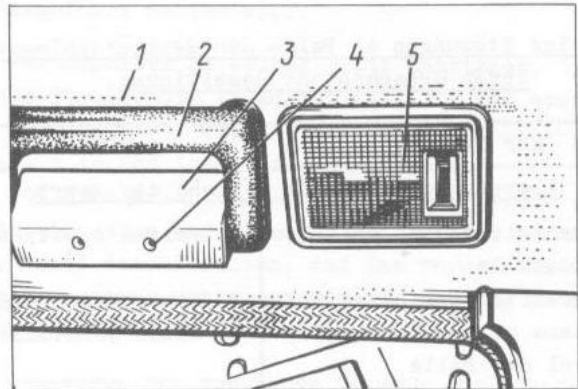
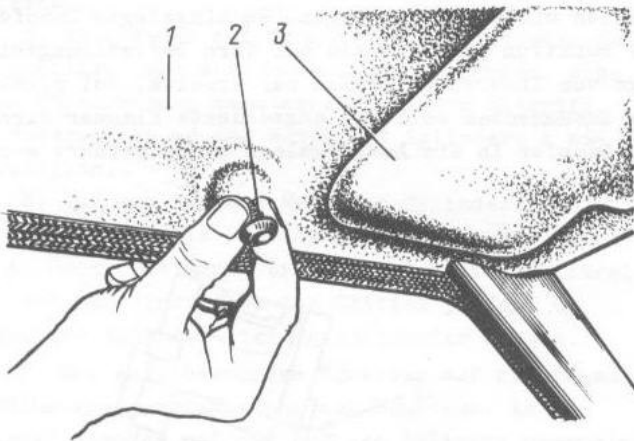
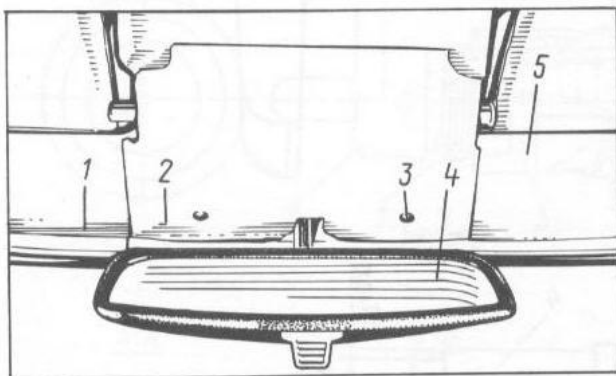

Bild 8-27. Befestigung der Deckenverkleidung mit Haltegriffauflage und Deckenleuchte:
Bild 8-25. Befestigung der Deckenverkleidung mit Befestigungsstiften:
Bild 8-26. Befestigung der Deckenverkleidung mit Auflagen des Spiegels und mit Sonnenblenden:
Die Verkleidung von Decke und Heckpfosten wird von starren Formteilen gebildet, die an der Seite des Innenraums mit Dekorationsstoff verkleidet sind. Befestigt wird die Verkleidung der Decke an Karosserie mit Hilfe von Befestigungsstiften 2 (Bild 8-25) und Beschlagteilen der Innenausstattung, wie innerer Rückblickspiegel 4 (Bild 8-26), Sonnenblenden 5 und Haltegriffe 2 (Bild 8-27). Die Verkleidung der Heckpfosten wird mit Befestigungsstiften festgemacht.
- Befestigungsstifte 2 (siehe Bild 8-25) herausnehmen, dabei einen Schraubenzieher vorsich-